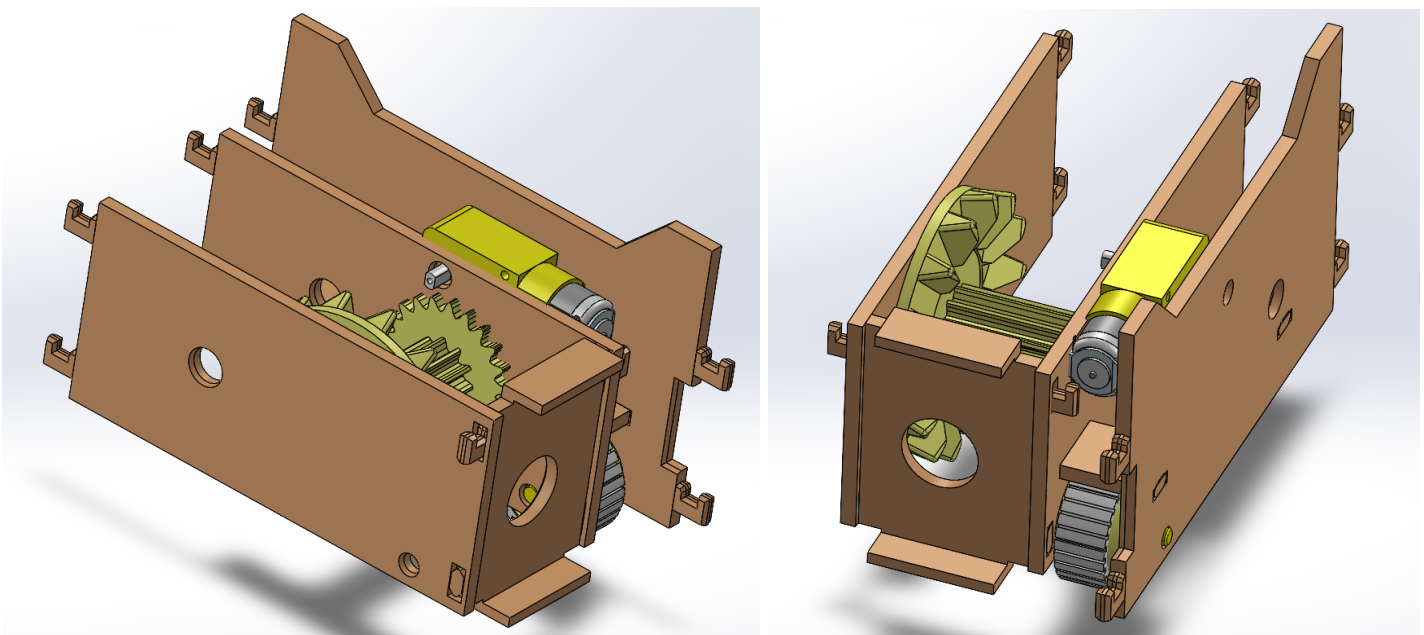

FIGURE 4
ÉTAPE 4 : Dans la quatrième étape, nous prenons le résultat de l'ÉTAPE 2 et de l'ÉTAPE 3 ainsi que la pièce portant le numéro 4 et les assemblons tous les trois ensemble comme on peut le voir dans la figure 4.